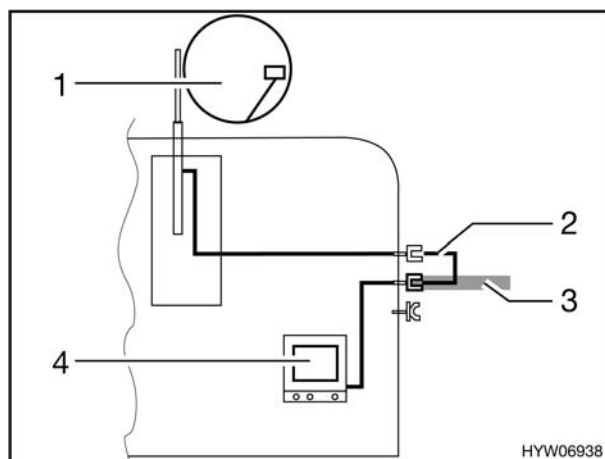

Fig. 139 TV nel veicolo
- TV nel veicolo (Fig. 139,4): collegamento all'antenna del tetto (Fig. 139,1) con cavo di collegamento (Fig. 139,2).
- TV nel veicolo (Fig. 139,4): collegamento a antenna esterna (Fig. 139,3).